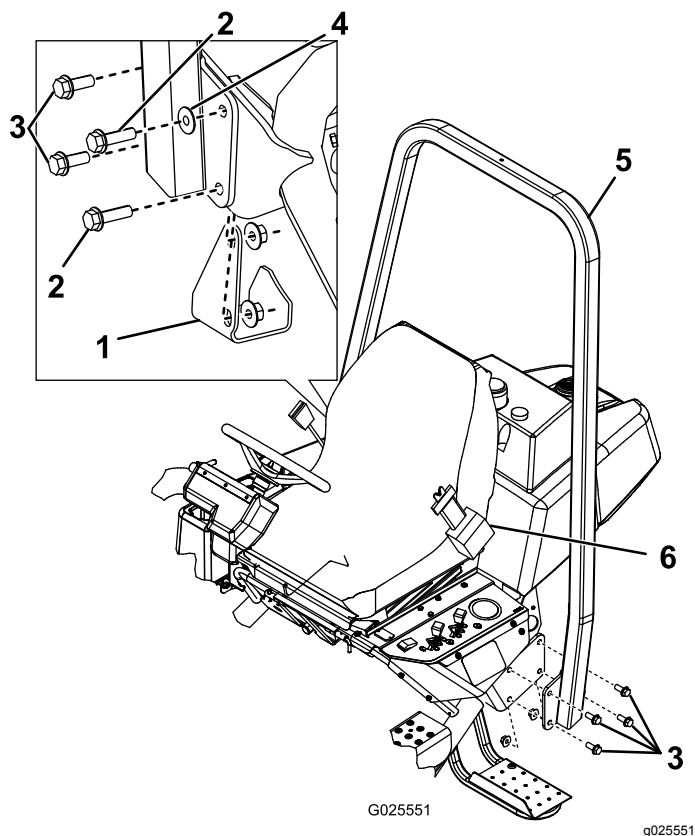

図 6
2. ROPS フレーム 図 6 を取り付けブラケットの上に置いて取り付け穴をそろえる。
3. ROPSの左側を取り付けブラケットに固定するボルト $\frac{1}{2}$ " x $1\frac{1}{2}$ " 4本とロックナットを使用する 図 6。91-115 N·m 67-85 ft·lb = 9.3-11.7 kg·m にトルク締めする。
4. ROPSバーの右側、および先ほど取り外したジャッキパッドを、取り付けブラケットに固定するボルト $\frac{1}{2}$ " x $1\frac{1}{2}$ " 2本、ボルト $\frac{1}{2}$ " x $1\frac{3}{4}$ " 2本、ワッシャ1枚とロックナットを使用し、図 6 に示すように取り付ける。91-115 N·m 67-85 ft·lb = 9.3-11.7 kg·m にトルク締めする。
重要ワッシャが図 6に示す位置に間違いなく取り付けられていることを確認してください。